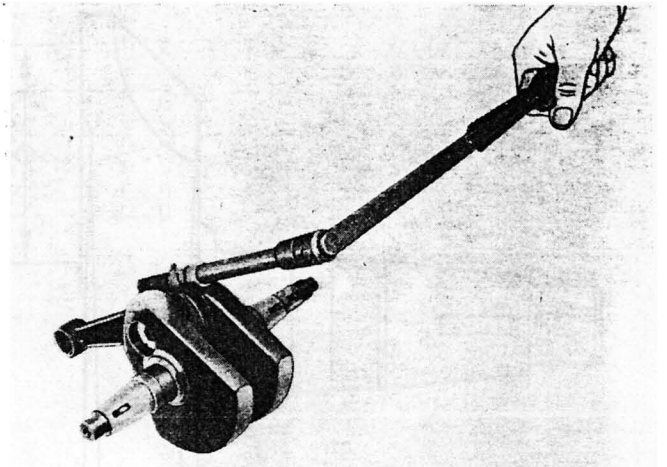

Fig. 48
- Montare la biella sull'albero motore e bloccare i dadi con chiave dinamometrica con coppia di serraggio di  $\text{Kg/m } 3,5$  (vedere fig. 48).